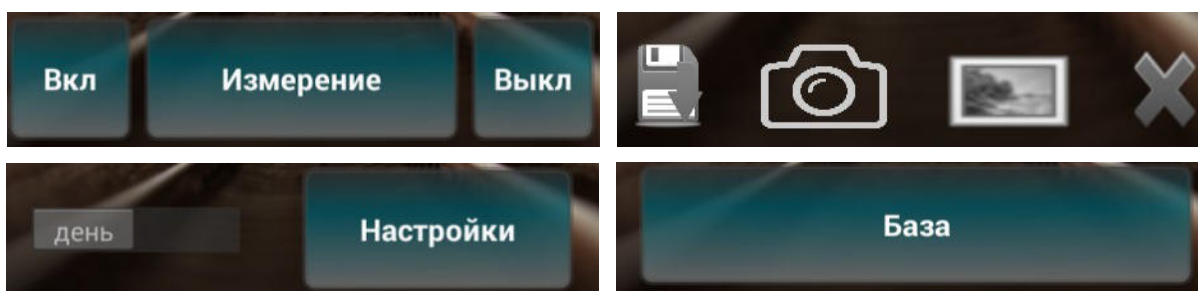

Рисунок 14. Меню управления приложения.
2.3.3.1 Меню управления приложения содержит 4 вкладки (см. Рис.14):